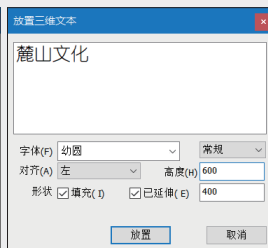

图3-94
- 02 在该对话框中输入文字，并设置“字体”“对齐”“高度”等，如图3-94所示。